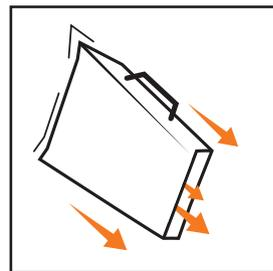

Рис. 27
- Очистите содержимое травосборника (Рис. 27).